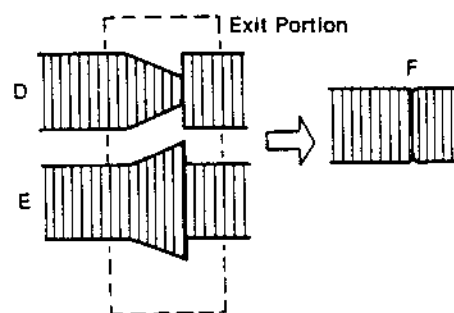

Fig. 2-20
- Wenn eine FM-Hüllkurve zu sehen ist, die dem Beispiel "D" oder "E" in Fig. 2-20 entspricht, müssen die Bandführungen eingestellt werden (P3: Ausgang).
- Die Bandführungen P3 ebenso einstellen wie die Bandführung P2, so daß das Ausgangssignal flach wird; siehe Fig. 2-20.